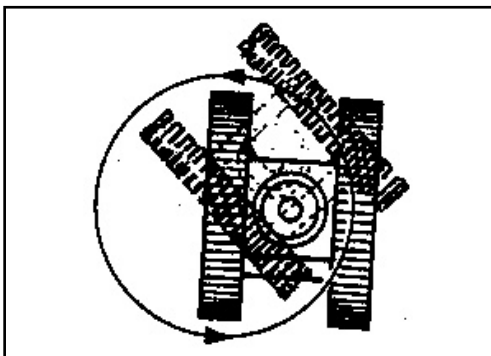

FIG. 3-11
4. Dreining med ensidig kryper (FIG. 3-11)